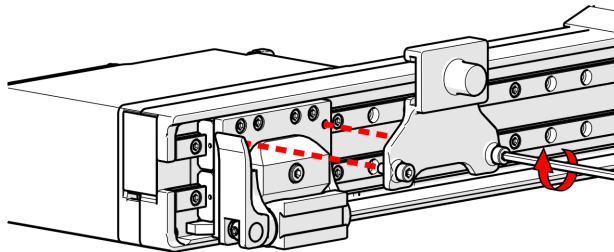

Abbildung 2-57 Befestigen Sie die Wagenhalterung.
15. Befestigen Sie die Wagenhalterung am Rasterarmwagen (siehe Abbildung 2-57 auf Seite 85).